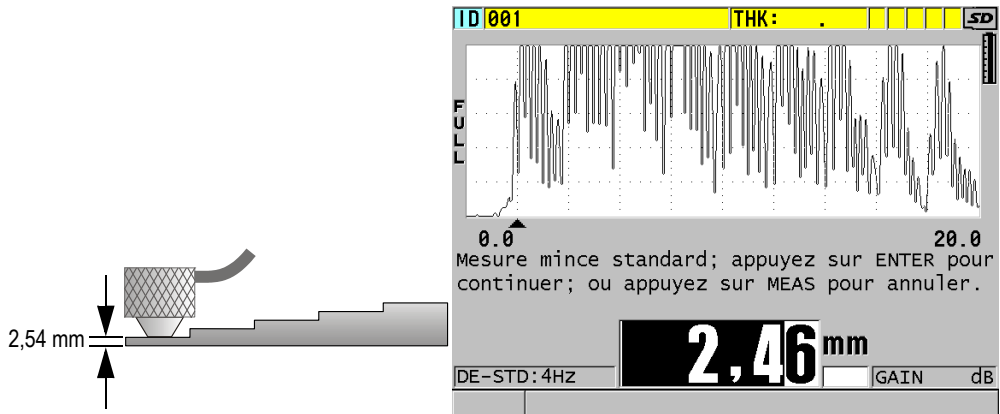

Figure 5-5 Étalonnage du zéro à l'aide d'un bloc étalon à 5 gradins
2. Pour effectuer l'étalonnage du zéro (voir la Figure 5-5 à la page 77) :